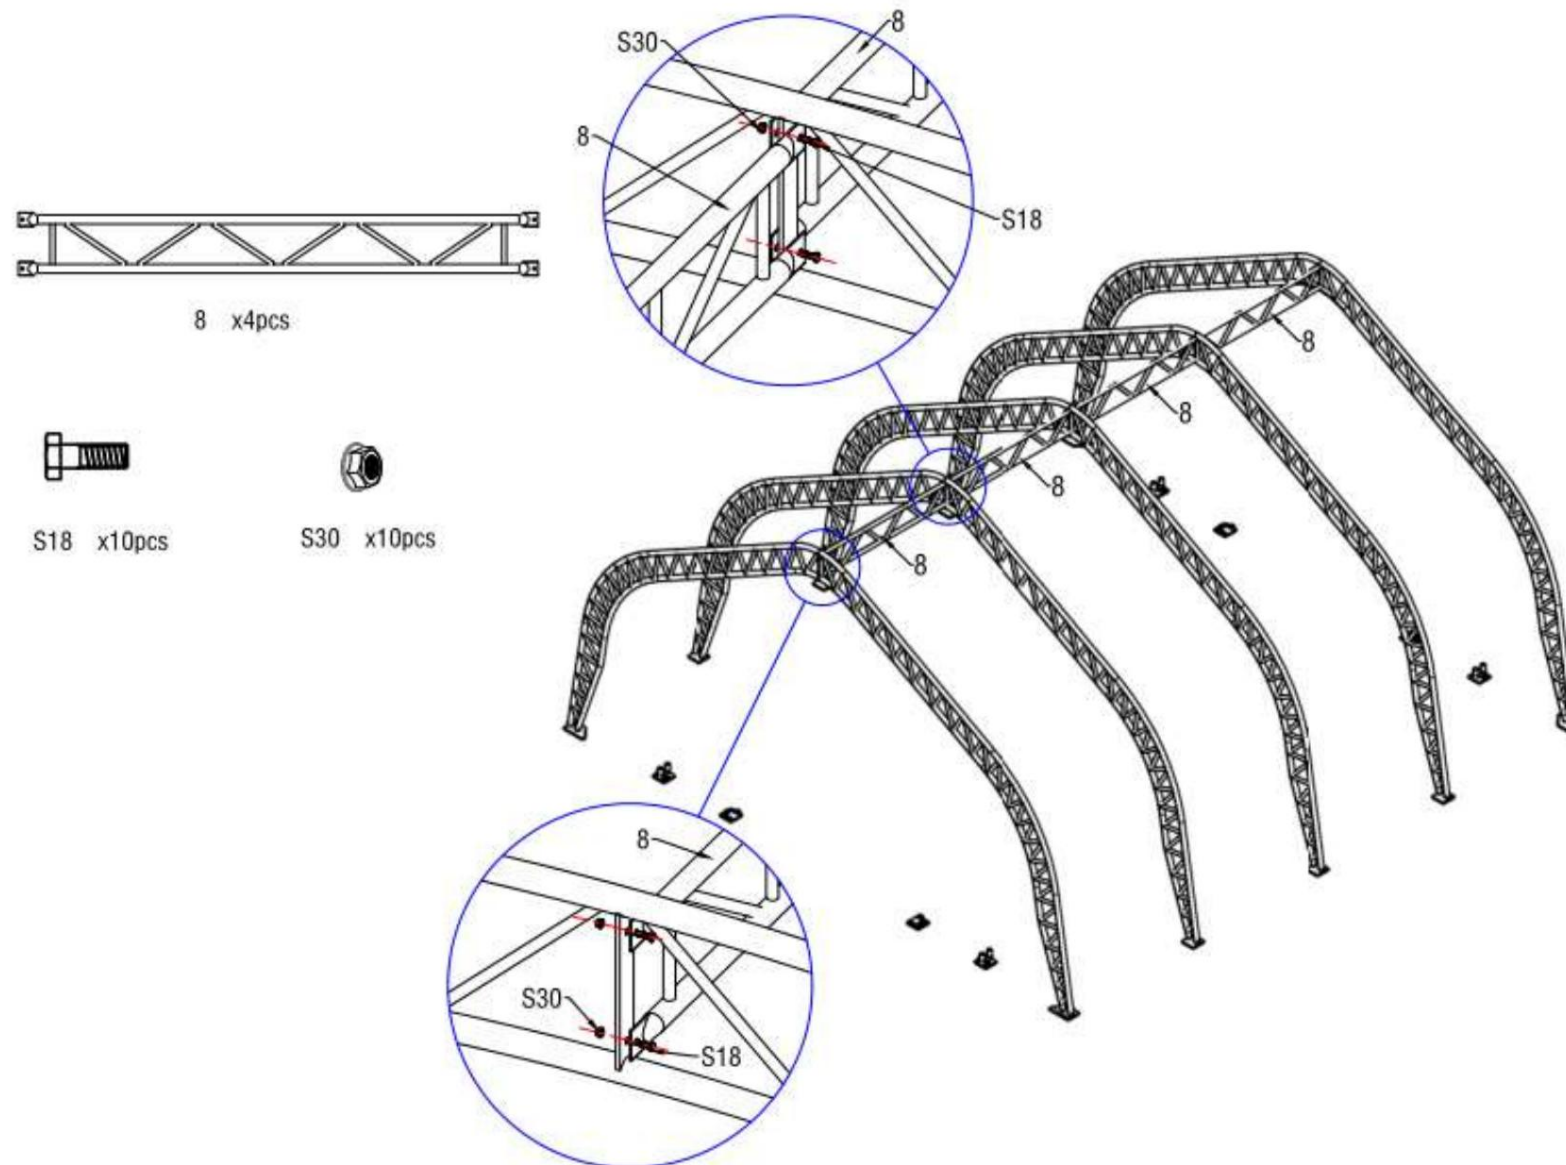

Figure 7
4. Comme illustré sur la figure 7, une fois toutes les arches installées dans les platines de base, utilisez des pannes doubles (n° 8) pour les relier à l'aide de vis M10x30 (n° S18). Ensuite, utilisez des pannes (n° 9) pour relier les arches à l'aide de vis M10x30 (n° 18). Enfin, fixez toutes les autres pannes. Le cadre tendu est terminé (voir figure 8).